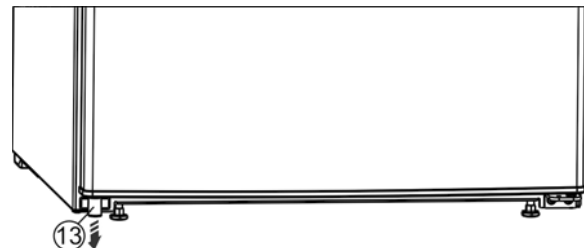

Fig. 14 *
- Извлеките из двери распорную деталь Fig. 14 (13) вниз слева.*